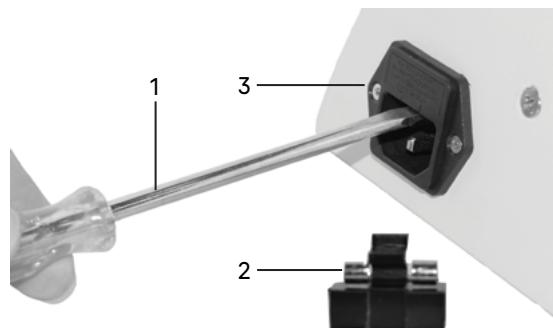

Рис. 18. Замена предохранителя
- Ослабьте крепежный винт 3 и откройте крышку корпуса насадки, как показано на рис. 18 с, д;